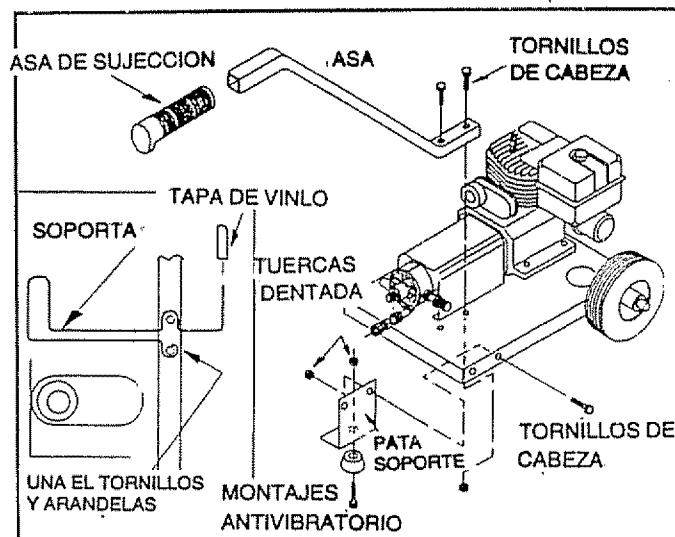

FIG. 2
- Unir las patas de soporte a la base como se muestra en la Fig. 2 con los tornillos de presión de cabeza hexagonal y las contratuercas dentadas.
- Coloque el asidero de la manilla en el asa guía y luego una el asa guía a la base como se muestra en la Fig. 2 con dos tornillos de presión de cabeza hexagonal de M8-1.25 x 40mm y dos contratuercas dentadas